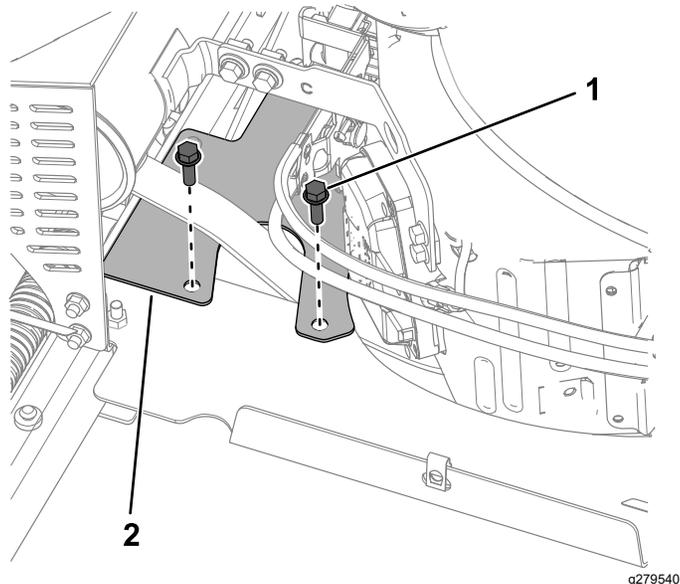

Figure 35
2. Retirez les 2 boulons (5/16 x 1 po) et le protège-courroie (Figure 35).